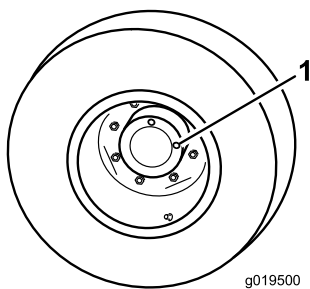

Figure 66
1. Amenez la machine sur une surface plane et horizontale, tournez la roue de sorte qu'un bouchon de contrôle (Figure 66) soit à la position 12 heures et l'autre à la position 3 heures.
1. Bouchon de contrôle (2)
2. Retirez le bouchon qui est à la position 3 heures (Figure 66). Le niveau d'huile doit atteindre le bas de l'orifice de contrôle.